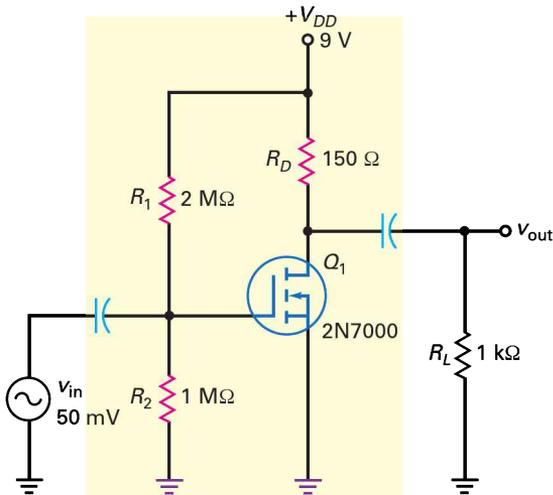

Figure 12.59
12.35 Calculer les valeurs de la constante k et du courant I_D sur la figure 12.59 en fonction des valeurs $I_{D(on)}$, $V_{GS(on)}$ et $V_{GS(th)}$ du transistor 2N7000.
- 12.36** Déterminer les valeurs de g_m , A_v et V_{out} sur la figure 12.59 en prenant comme base les valeurs minimales des spécifications techniques du transistor 2N7000.
- 12.37** Sur la figure 12.59, fixer la valeur de la résistance R_D à 50Ω et calculer les valeurs de la constante k et du courant I_D en fonction des valeurs $I_{D(on)}$, $V_{GS(on)}$ et $V_{GS(th)}$ du transistor 2N7000.
- 12.38** Déterminer les valeurs de g_m , A_v et V_{out} sur la figure 12.59 en prenant comme base les valeurs types des spécifications techniques du transistor 2N7000, avec $V_{DD} = +12 \text{ V}$ et $R_D = 15 \Omega$.
Pour ce chapitre, les fichiers sont intitulés **MTC12-45** à **MTC12-49** et correspondent au circuit de la figure 12.59.